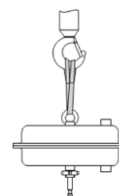

Fig. 1
L'anneau de levage soudé sur la partie supérieure du boîtier de la membrane sert au montage/démontage du servomoteur. Ne pas soulever la vanne complète en utilisant uniquement l'anneau de levage. (Voir fig. 1)
1. Assurez-vous que le bouchon de la vanne est bien en place dans le siège de la vanne. (Fig. 1)